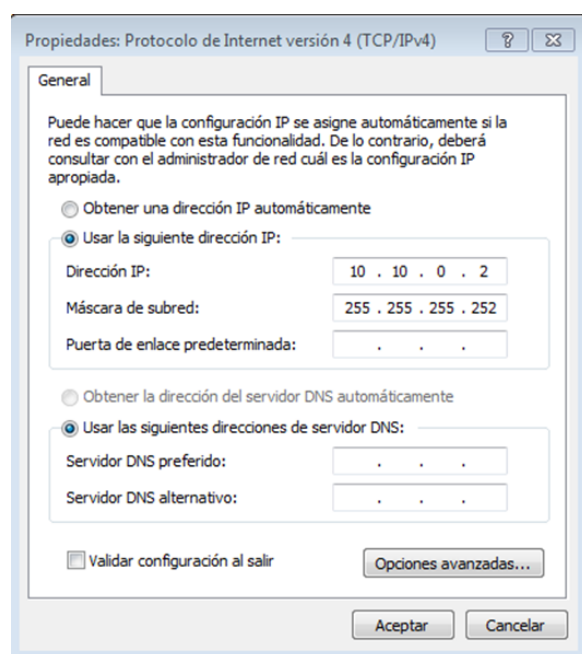

Figura 6. Propiedades de IP para la conexión con el instrumento.
- Las propiedades de ip para la conexión con el instrumento se muestra en figura 6: